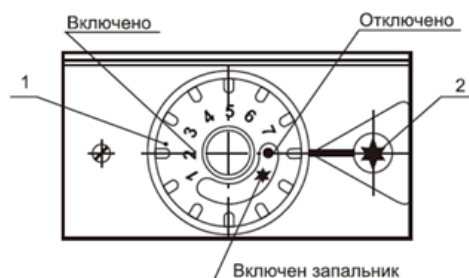
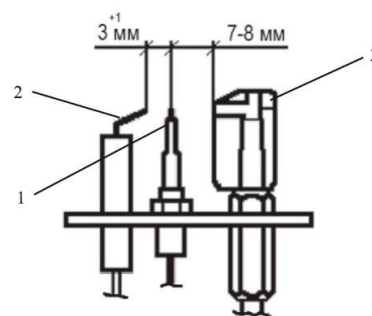

Рис. 3. Блок автоматики EUROSIT
Рис.4. Горелка запальная
Установка требуемой температуры воды производится: ручкой управления 1 (Рис. 3) от 30 °C до 90 °C, а ее контроль выполняется по термометру.
Горелка запальная Рис. 4 состоит из запальника, термопары, свечи пьезорозжига и розжига основной горелки.
- нажимать ручку пьезорозжига 2 (Рис. 3), вращать ручку управления 1 (Рис. 5) без надобности;
- настраивать ручку управления 1 (Рис.3) на температуру воды выше 90 °С;
- стучать по горелке, автоматике, поворачивать ручку крана газового, ручку управления 1 (Рис. 3) с помощью ключей, плоскогубцев и других инструментов;
13. Проверьте работу пьезорозжига. При нажатии на кнопку пьезорозжига 2 (рис. 3) должна проскакивать искра между электродом свечи пьезорозжига 2 (Рис. 4) и термопарой 1.
14. Установите ручку управления 1 (Рис. 3) блока автоматики в положение «Выключено» «\*». Осуществите последовательное включение котла см. п.3. раздела «Порядок работы».